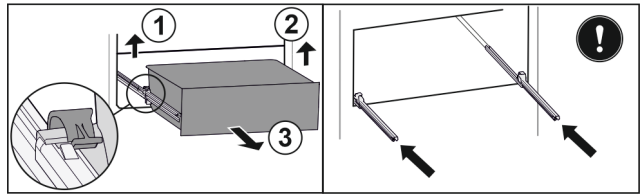

Fig. 149
- ▶ Повдигнете лявата скоба и едновременно с това изтеглете напред чекмеджето отляво. Fig. 149 (1)
- ▶ Повдигнете дясната скоба и едновременно с това изтеглете напред чекмеджето отдясно. Fig. 149 (2)
- ▶ Извадете чекмеджето напред. Fig. 149 (3)